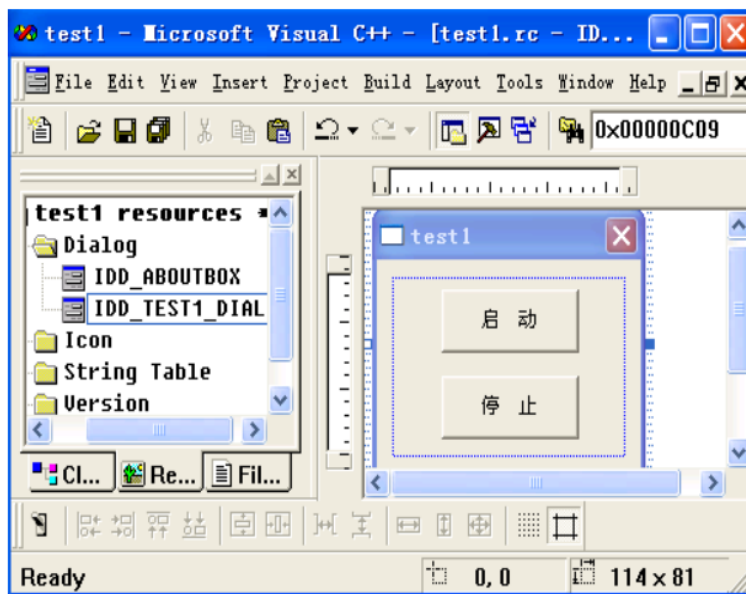

图 6-2 修改对话框
- (6) 在用程序类型中选择“基于对话框”，按“完成”键，建立工程。
- (7) 给对话框进行简单的修改，增加按钮“启动”（命名为 IDC_BUTTON_Start）和“停止”（命名为 IDC_BUTTON_Stop），如图 6-2 所示。